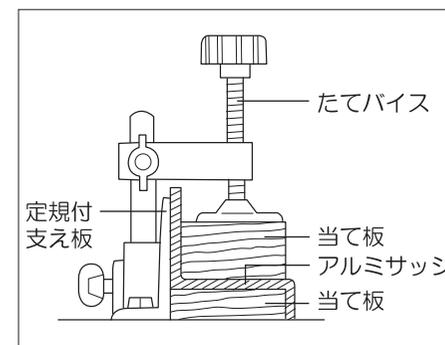

図20
- アルミの押出材等をバイスで締め付けると容易に変形する材料は、材料の形状に合わせて当て板や治具を使用して、材料が変形しないようにしてから切断してください。(図20参照)